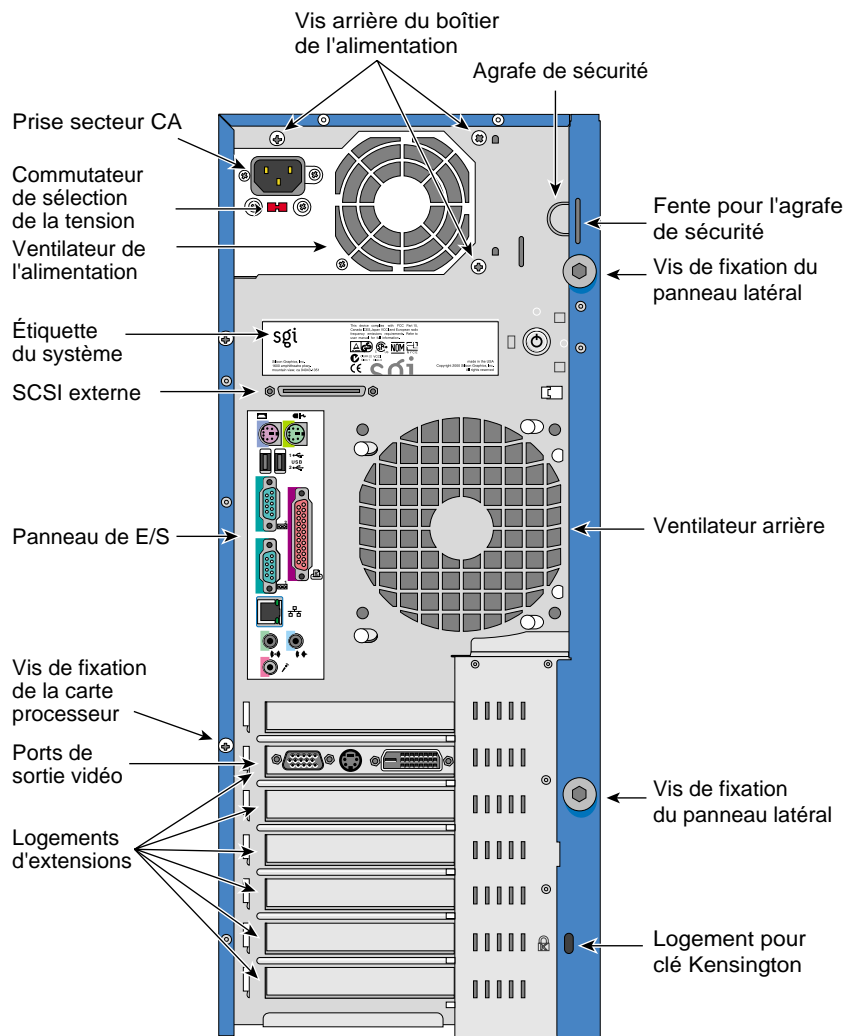
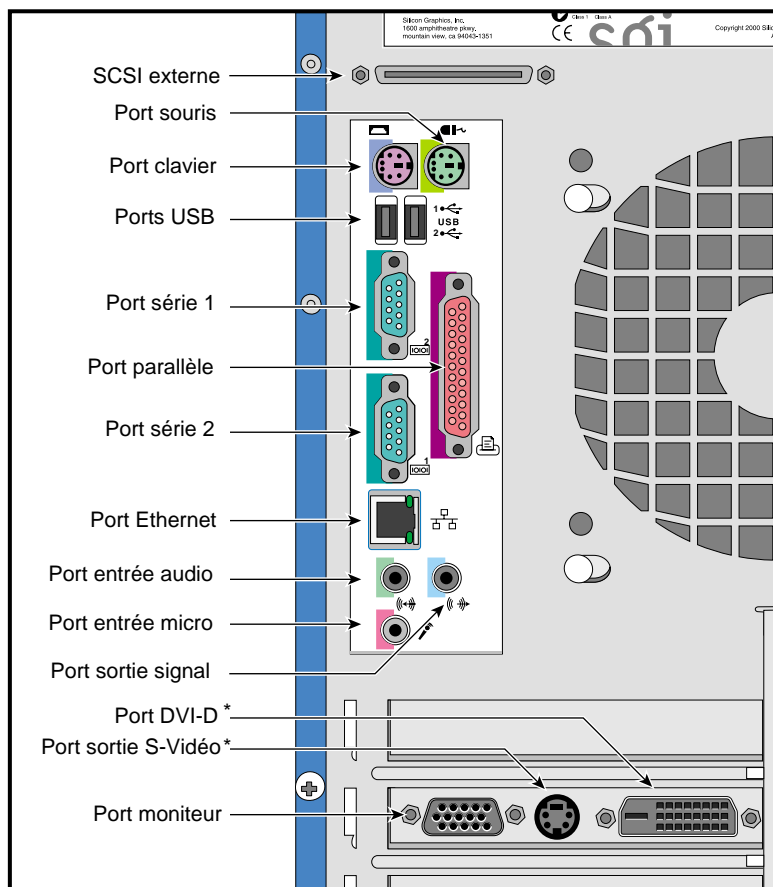

Figure 1-2 Panneau arrière
Figure 1-3 Ports E/S
Comme le montre la Figure 1-2, le panneau arrière comprend la connexion pour l'alimentation en courant alternatif, les ventilateurs arrière du système, six connecteurs d'extension et le panneau E/S. La Figure 1-3 montre une vue détaillée du panneau E/S.
- La carte mère est montée parallèlement au panneau de droite, à l'aide d'un système de fixation à une vis seulement (la Figure 1-2 montre la position de la vis de la carte mère). Pour une description générale de la carte mère et de ses composants, voir le Chapitre 3.